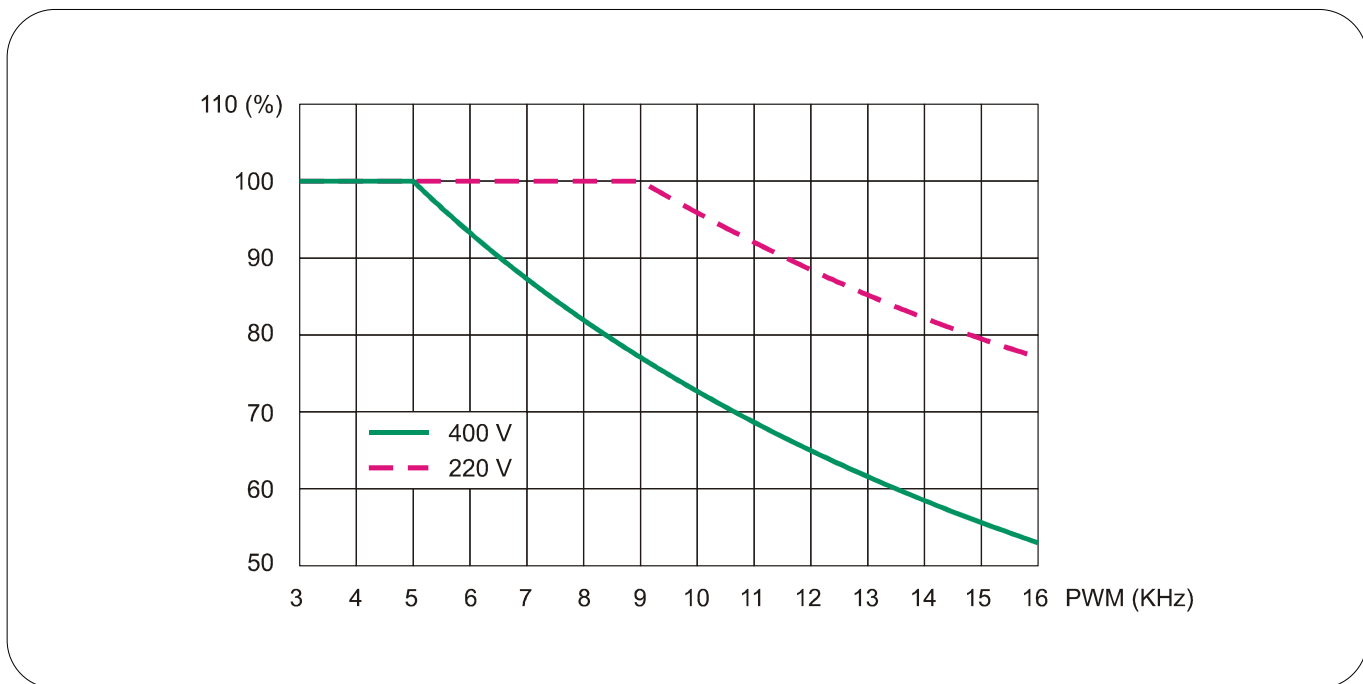

FIG. 4 (Declassamento convertitore per mod. da 03A ÷ 110A / Converter derating for mod. 03A ÷ 110A)
- (1) La connessione C56 stabilisce il tipo di sovraccarico.
- (2) Corrente nominale per uso continuativo a 5kHz PWM. Nella **FIG.4** è riportato l'andamento del declassamento automatico in funzione della frequenza di PWM (P101) e della tensione di alimentazione alternata (P87).
- (3) Riferimento analogico di velocità a 16 bit disponibile solo con le schede di retroazione: Encoder Sinusoidale e Endat (CS6337.1), Resolver con RDC19224 (CS6334).
- (4) Temperatura ambiente ammessa fino a 45 °C. in questo caso declassare la corrente a 88% In.
- (5) Per altitudine superiore ai 1000 m SLM declassare la corrente dell'1% ogni 100 m.
- (1) Connection C56 determines the type of overload.
- (2) Rated current for continuous duty at 5kHz PWM. **FIG.4** shows the automatic derating pattern as a function of PWM frequency (P101) and AC supply (P87).
- (3) 16 bit analog speed reference available only with feedback cards: Sinusoidal Encoder and Endat (CS6337.1), Resolver with RDC19224 (CS6334).
- (4) Allowable ambient temperature up to 45 °C. In this case, derate current to 88% In.
- (5) At altitudes above 1000 m above sea level, derate current by 1% each 100 m.